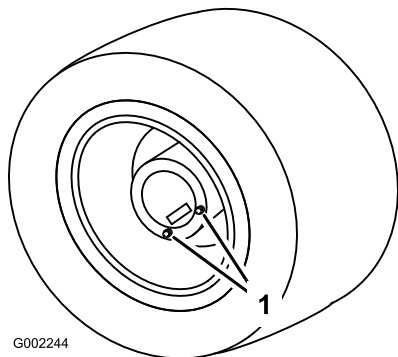

Figure 77
1. Placez le pulvérisateur sur une surface plane et horizontale et positionnez les roues arrière pour la vidange (Figure 77).
3. Placez un bac de vidange sous les bouchons de vidange et retirez les bouchons de la roue (Figure 77).